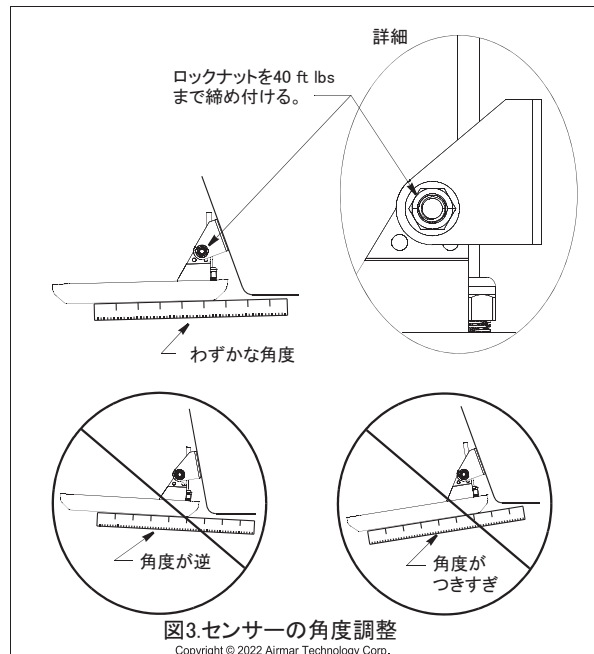

図3.センサーの角度調整
2. 送受波器を装備位置に設置した状態で、ストレートエッジで送受波器の下部を船体の下部と照合します (図3)。送受波器の後部は、前部より 1~6mm (1/16~1/4 インチ) 下になるようにしてください。送受波器の装備位置が決まったら、トルクレンチでロックナットを 40 ft lbs まで締め付けます。
- a. 図3を参照し、水中で送受波器のトランサム角を大きくする。